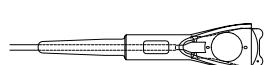

Fig. 14
- Öppna käftarna på tångens och grip tag i basplattan på ICL:en eller TICL:en, så att ICL:ens eller TICL:ens placeringsmarkering är inriktad med käftarna. (Fig. 14)